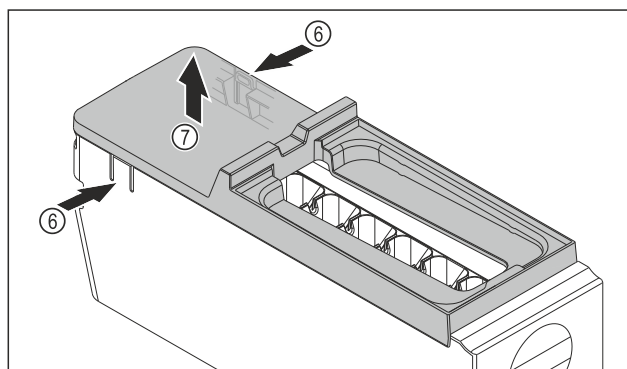

Fig. 172
- Изваждане на капака на корпуса на EasyTwist-Ice: Натиснете езичетата Fig. 172 (6) от двете страни на корпуса на EasyTwist-Ice с една ръка.
- С другата ръка извадете капака Fig. 172 (7) нагоре.